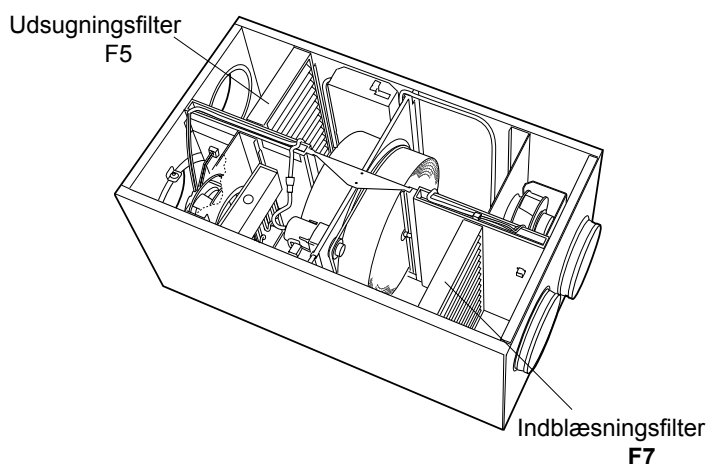

Fig. 11. Filtrets placering i aggregatet
3. Træk filtret ud, se fig. 11